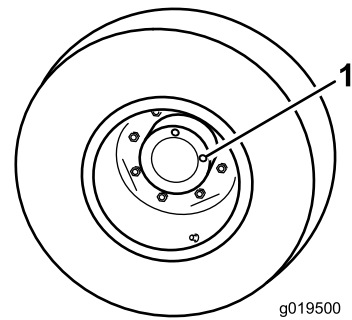

Bild 15
1. Wenn die Maschine auf einer ebenen Fläche steht, positionieren Sie das Rad so, dass eine Prüfschraube (**Bild 15**) auf 12 Uhr und die andere auf 3 Uhr steht.
1. Prüf-, Ablassschraube (2)
2. Entfernen Sie die Schraube, die auf 3 Uhr steht (**Bild 15**). Der Ölstand sollte an der Unterkante des Prüfschraubenlochs liegen.